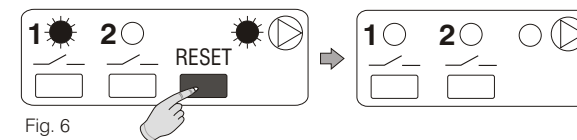

Fig. 6
- Appuyer brièvement sur la **touche "RESET"**; au relâchement le forçage temporaire sera annulé (fig.6).